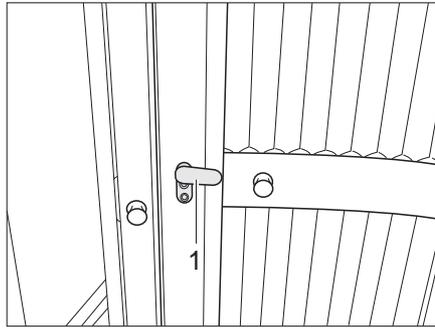

Fig. 251 Toilettes Vario, porte des toilettes
- Placer le verrou (Fig. 251,1) de la porte des toilettes en position verticale et rabattre la partie interne de la porte cellule des toilettes.
- Tourner la partie intérieure vers la porte des toilettes et placer le verrou (Fig. 251,1) en position horizontale pour le verrouiller.